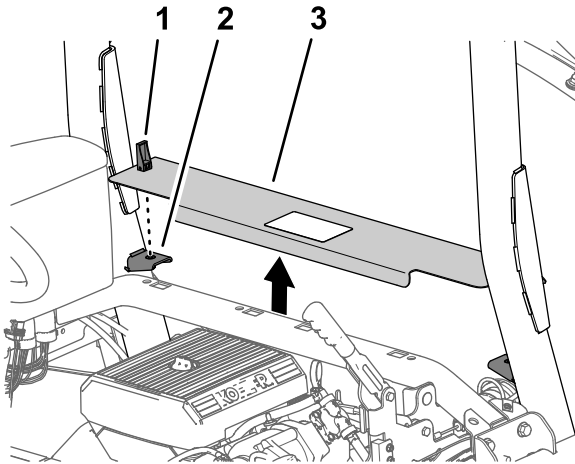

Bild 9
- Drehen Sie die Griffe für die Riegel der Motorabdeckplatte nach oben (Bild 9).
- Heben Sie die Motorabdeckplatte an und nehmen sie von der Maschine ab (Bild 9).